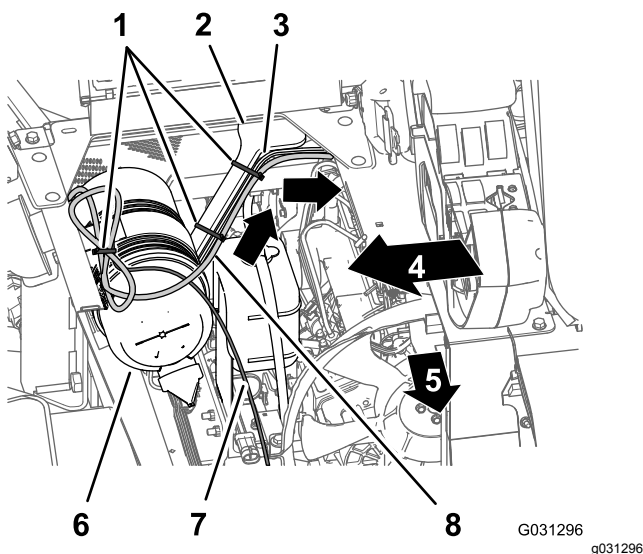

Figura 170
1. Enrute la rama de 220 cm del arnés de cables eléctrico del sistema de navegación a través del ángulo de la caja del asiento y hacia abajo por el soporte izquierdo de la cubierta del motor (Figura 170).
2. Sujete el arnés al soporte de la cubierta del motor con bridas (Figura 170).